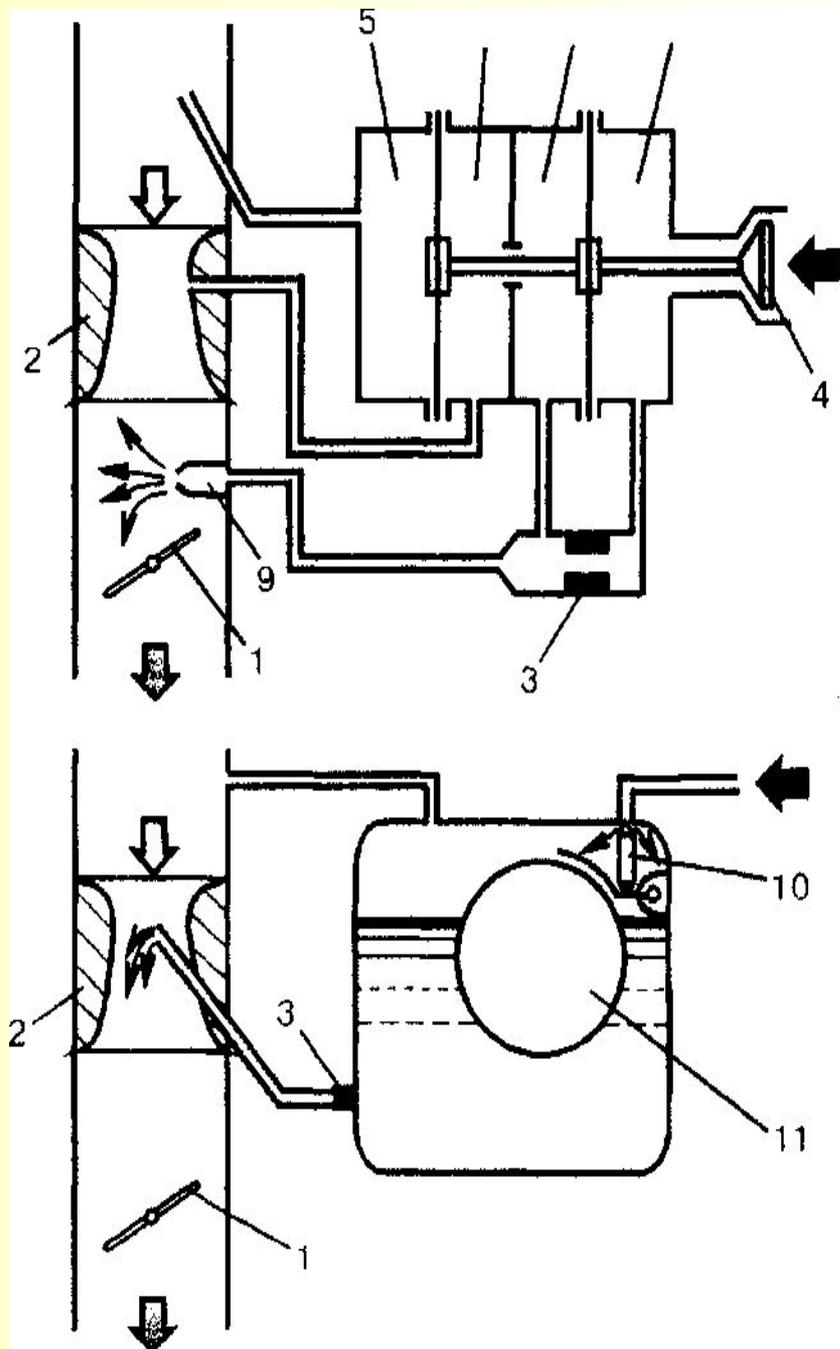

Рис. 1.1. Схемы карбюраторов:
- Если обратиться к истории техники, то можно обнаружить карбюраторы трех типов (**рис. 1.1**):
- Испарительные или барботажные карбюраторы (рис. 1.1, а) предназначались для работы на легкоиспаряющемся топливе (узкого фракционного состава). Воздух, проходя над поверхностью топлива, насыщался его парами и образовывал **горючую смесь**. Дроссельная заслонка определяла количество подаваемой смеси. Качество смеси, т.е. концентрация паров, регулировалось **путем изменения объема** пространства между поверхностью бензина и крышкой карбюратора.
- Впрыскивающий (мембранный) карбюратор (рис. 1.1, б) имел уже довольно сложное устройство. Топливный клапан 4 перемещается под действием двух эластичных мембран. Первая мембрана разделяет воздушные камеры высокого 5 и низкого 6 давлений. Вторая разделяет топливные камеры 7 и 8, соответственно низкого и высокого давлений.
- Наибольшее распространение получили **поплавковые всасывающие карбюраторы** с всасыванием топлива при разрежении, возникающем в суженной части воздушного канала **карбюратора - диффузоре** - вследствие местного повышения скорости потока воздуха (**рис. 1.1, в**).